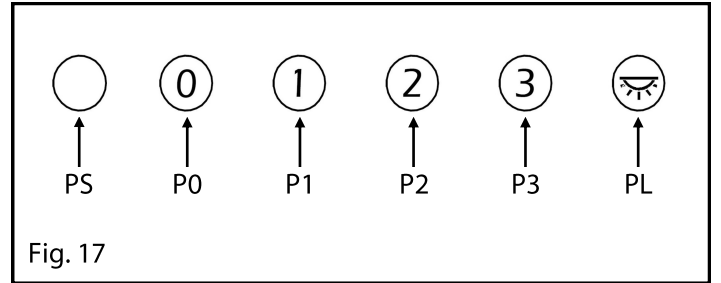

Fig. 17
• **Comando Meccanico** (fig.17)